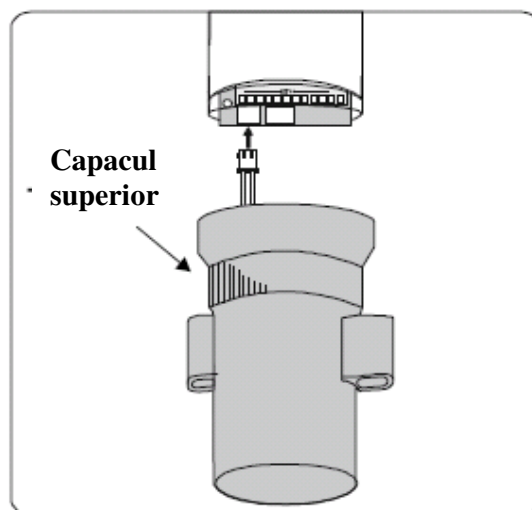

Fig. 1. Conectarea bateriei
1. Se deșurubează capacul superior (vezi fig. 1) și se stabilește combinația de comutatoare (vezi tabelul 1).
2. După ce s-a realizat programarea indicatorului, bateria trebuie conectată (vezi fig. 1).